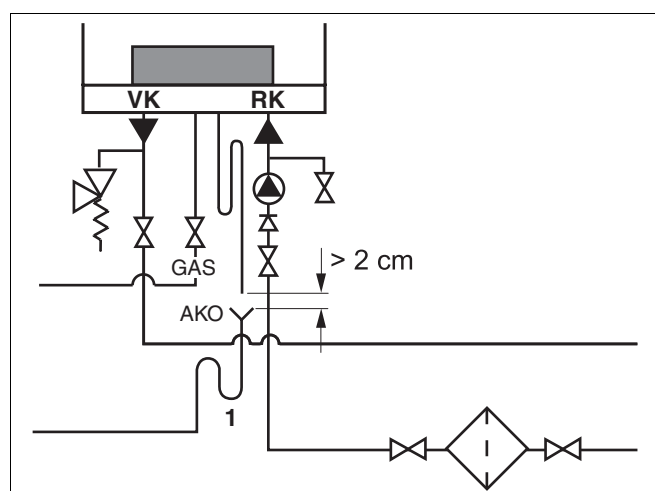

Fig. 20 Toestelsifon monteren
- Het sifon in de aansluitset mag geen vaste verbinding met de condensafvoerleiding hebben. De minimale afstand tussen de toestelsifon en de condensafvoerleiding bedraagt 2 cm (→ fig. 20).